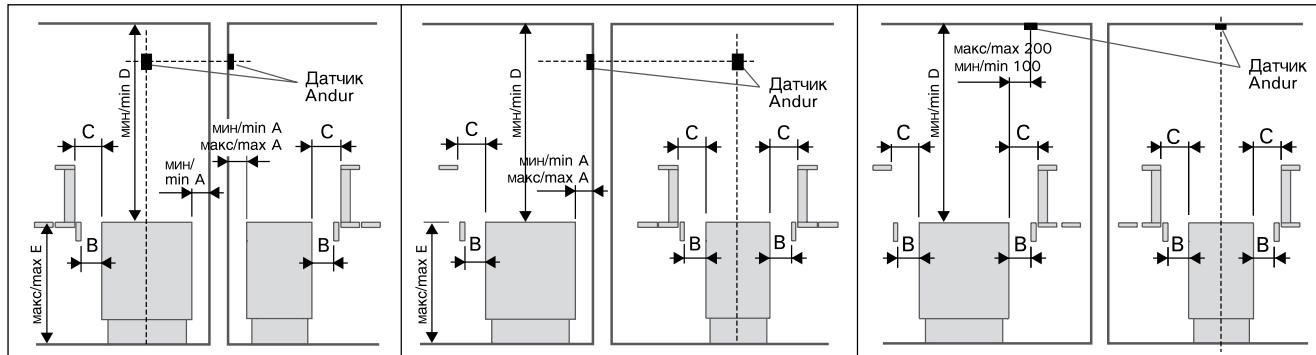

Рис. 3. Безопасные расстояния каменки. Вним.! Если значение E больше E макс., то И мин. = С мин.
- При расположении каменки выполняются условия минимальных расстояний, изображенных на рис. 3 и указанных в таблице 1.
Перед установкой необходимо принять во внимание минимальные расстояния до легковозгораемых материалов. См. табл. 1 и рис. 3.